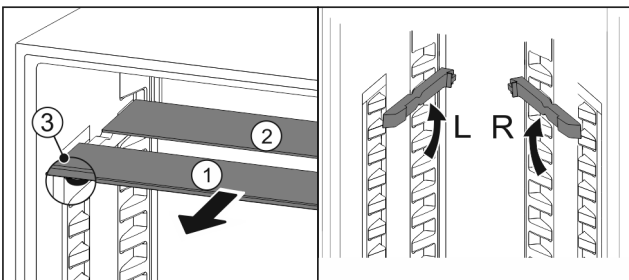

Fig. 30
- ▶ estrarre i ripiani di vetro singolarmente tirando in avanti Fig. 30 (1).
- ▷ Il piano in vetro Fig. 30 (1) con il motivo ornamentale è nella parte anteriore.
- ▷ I fermi Fig. 30 (3) sono rivolti verso il basso.